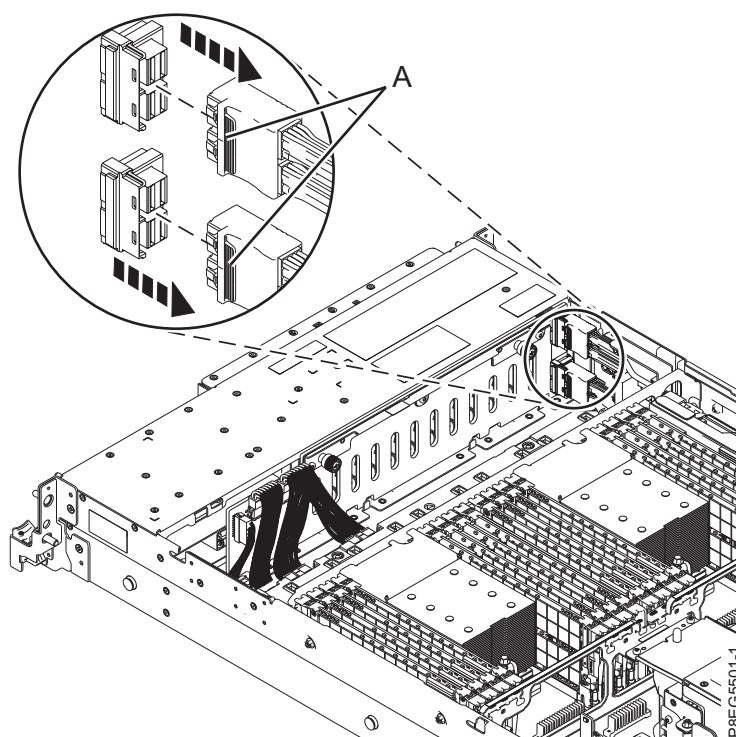

Figura 2. Desconectando os cabos SAS frontais
3. Etiquete os cabos SAS frontais, prestando atenção aos conectores aos quais cada cabo se conecta no painel traseiro da unidade de disco e no adaptador RAID SAS interno. Desconecte os cabos SAS frontais do painel traseiro da unidade de disco pressionando a trava (A) e desconectando o cabo conforme mostrado na Figura 2.